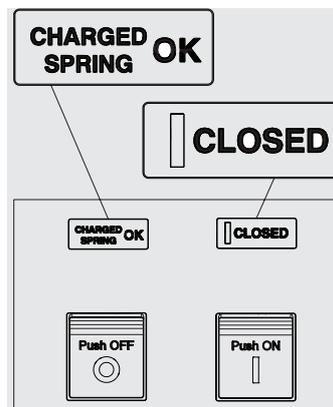

Figura 28
- Interruptor cerrado con resortes cargados (véase Figura 28). Este estado se verifica cuando después del cierre (véase paso 4 - Figura 28) se recargan los resortes manualmente o automáticamente con el motorreductor (si lo equipa).